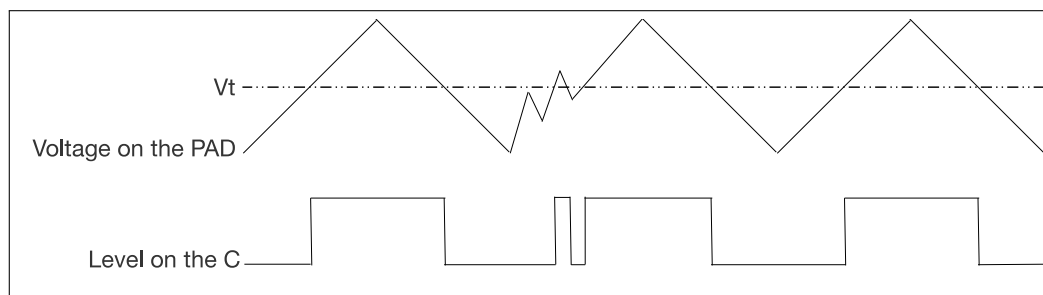

图 8.10-1. 未使能迟滞功能时 PAD 上的电平翻转示例
每个 GPIO 管脚都具有迟滞功能。当未使能迟滞功能时, 如图 8.10-1 所示, 芯片焊盘 (PAD) 上输入给芯片内部的信号 (C) 的电平翻转只有一个阈值 (V_t , 约 1.7 V)。当 PAD 的电压高于 V_t 时, C 的电平为高, 否则为低。但如果 PAD 上的信号有噪声, 可能会影响 C 上的信号。